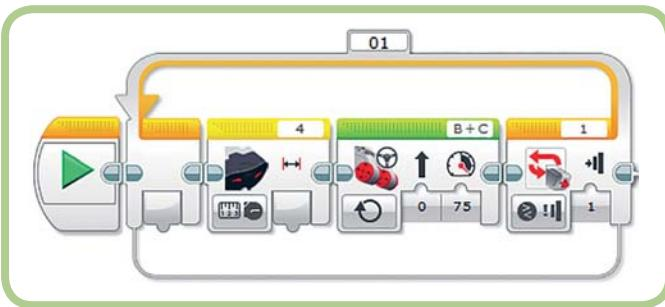

Рис. 8.6. Программа GentleStop перед подключением шины данных
- Добавь блоки, изображенные на рис. 8.6. В блоке **Рулевое управление** (Move Steering) используется режим **Включить** (On), а в блоке **Инфракрасный датчик** (Infrared Sensor) – режим **Измерение** (Measure) ⇒ **Приближение** (Proximity).
Входными данными для изображенного на рис. 8.6 блока **Рулевое управление** (Move Steering) являются значения параметров **Рулевое управление** (Steering) и **Мощность** (Power). В блоке **Инфракрасный датчик** (Infrared Sensor) в той конфигурации, в которой он представлен на рис. 8.6, не предусмотрены никакие входные данные; значение параметра **Приближение** (Proximity) – это выходные данные блока. Подтверждением того, что это именно выходные данные, служит небольшой полукруг на нижней границе серого квадрата (называемого **выводом**). Обрати внимание на то, что входные данные блока, например **Рулевое управление** (Move Steering), отображены в квадрате с полукругом вверху (называемом **вводом**).